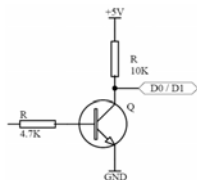

Figura 1
1. Saída Wiegand (veja Figura 1)